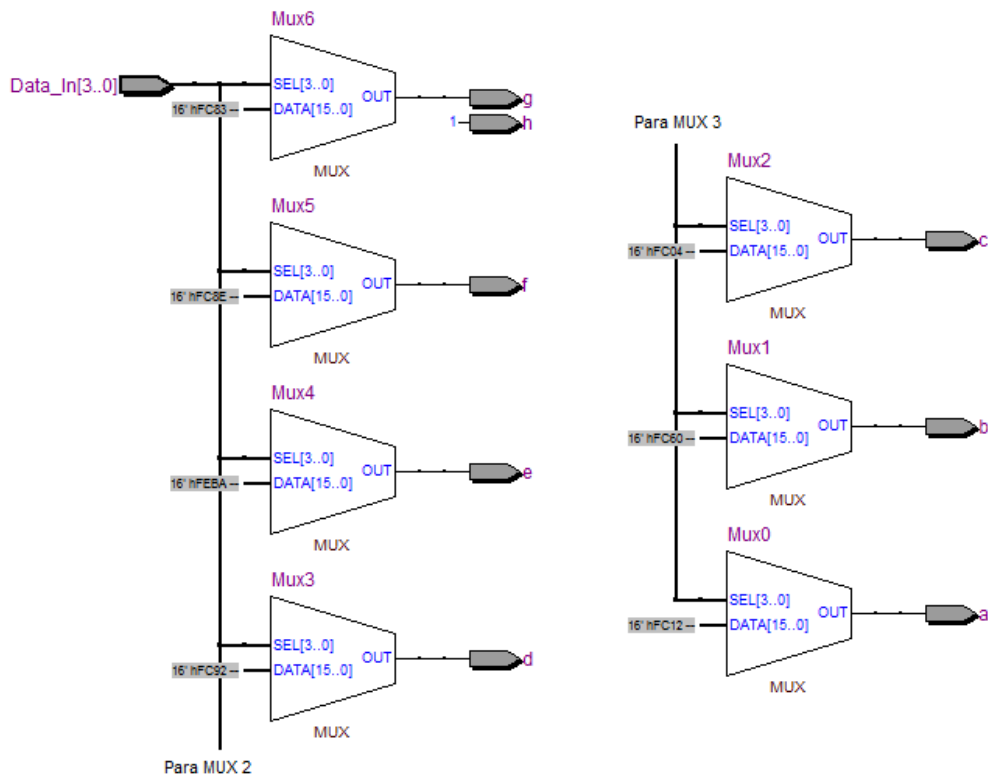

Figura 5.41 - RTL viewer do projeto DECOD7SEG.
15. A Figura 5.41 mostra o circuito lógico do decodificador BCD para sete segmentos em termos de portas lógicas (RTL) e suas interconexões (netlist), implementado no interior do FPGA.